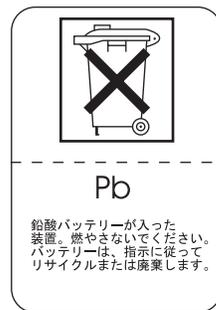

図 13. 無停電電源装置のバッテリー装置上のバッテリー・リサイクル・ラベル
2. バッテリー・リサイクル・ラベル。 図 13 を参照してください。